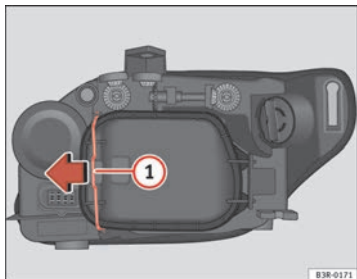

Abb. 206 Glühlampe des Standlichts
Ein vorheriges Abnehmen des Deckels ⇒ Seite 281, Abb. 206 ist zwar nicht notwendig, erleichtert aber den Ersatz der Lampe des Tagfahrlichts. ■
- Den Spanner ⇒ Abb. 206 ① in Pfeilrichtung bewegen und den Deckel abnehmen, indem zuerst die Seite des Spanners und danach die beiden Laschen des anderen Endes des Deckels abgenommen werden.